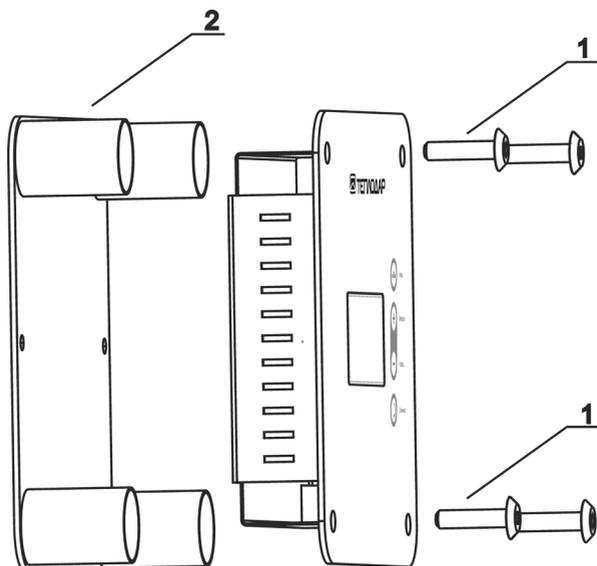

Рисунок 2. Панель управления Comfort AIR+
- Вынуть винты и снять заднюю стенку корпуса панели (рис.2, поз.2)